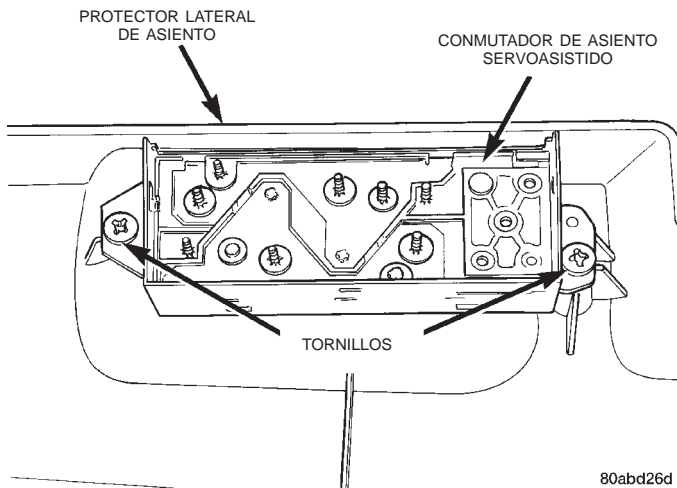
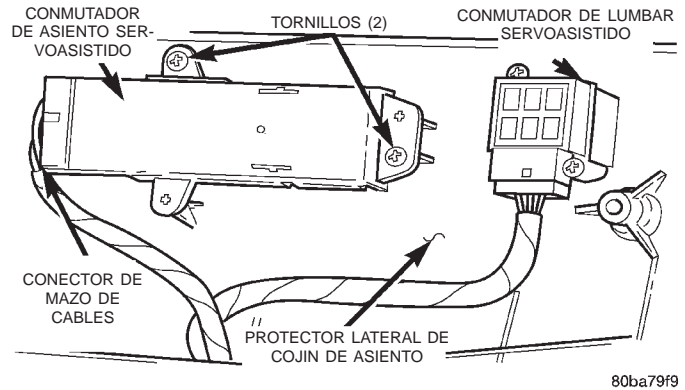

Fig. 10 Desmontaje e instalación de conmutadores de asiento servoasistido de seis movimientos
Fig. 11 Desmontaje e instalación de conmutadores de asiento servoasistido de diez movimientos
(3) Retire los tres tornillos que fijan el protector lateral del lado de afuera del cojín de asiento en el bastidor del cojín del asiento.
(4) Separe el protector lateral del lado de afuera del cojín de asiento del bastidor del cojín del asiento lo suficiente para acceder al conmutador de conector de mazo de cables de asiento servoasistido.
(5) Desconecte el conector de mazo de cables de asiento servoasistido del receptáculo del conector del conmutador de asiento servoasistido.
(6) Retire los dos tornillos que fijan el conmutador de asiento servoasistido en el interior del protector lateral del lado de afuera del cojín de asiento (Fig. 10) o (Fig. 11).